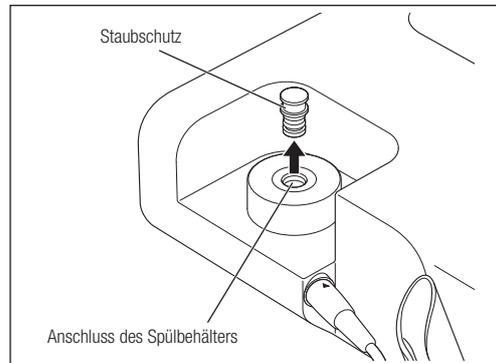

Abb. 12
- 1) Nehmen Sie den Staubschutz vom Anschluss des Spülbehälters (Abb. 12).